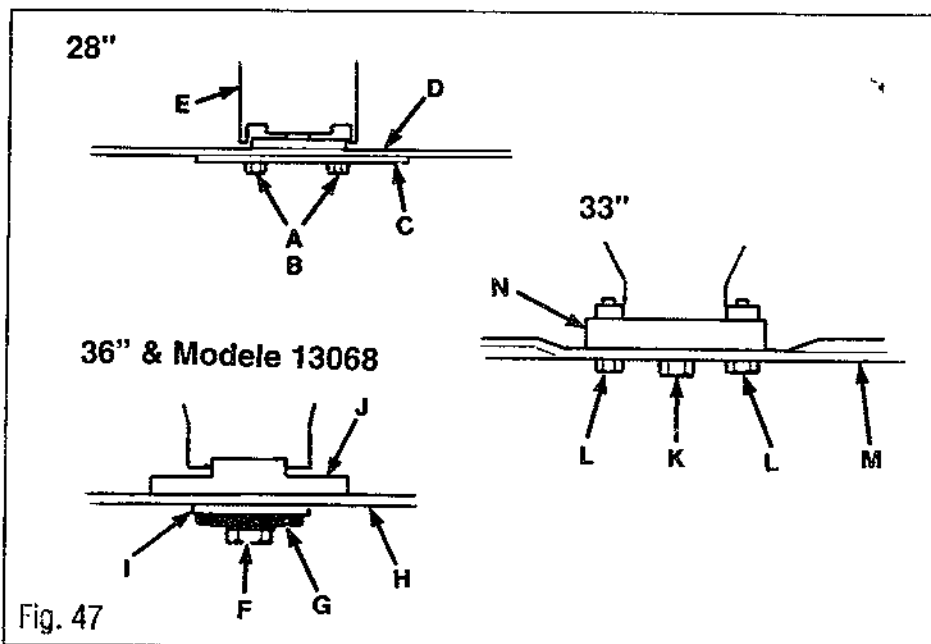

Fig. 47
2. Retirer les deux vis (A, Fig. 47) et les rondelles de blocage (B) qui fixent en place la plaque (C) et la lame (D) sur l'ensemble de l'axe de lame (E).
2. Retirer le boulon de lame (F, Fig. 47), la rondelle à ressort (G) et la rondelle de l'axe (I) qui fixent la lame (H) au bas de l'adaptateur de lame (J).